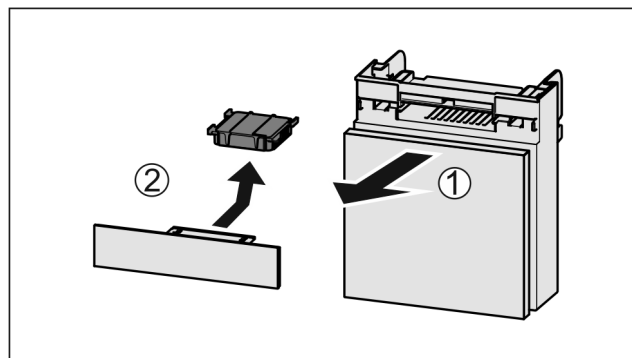

Fig. 126
- Dra ut *Fig. 126 (1)* lådan framåt.
- Ta ut *Fig. 126 (2)* aktivtkolfiltret.